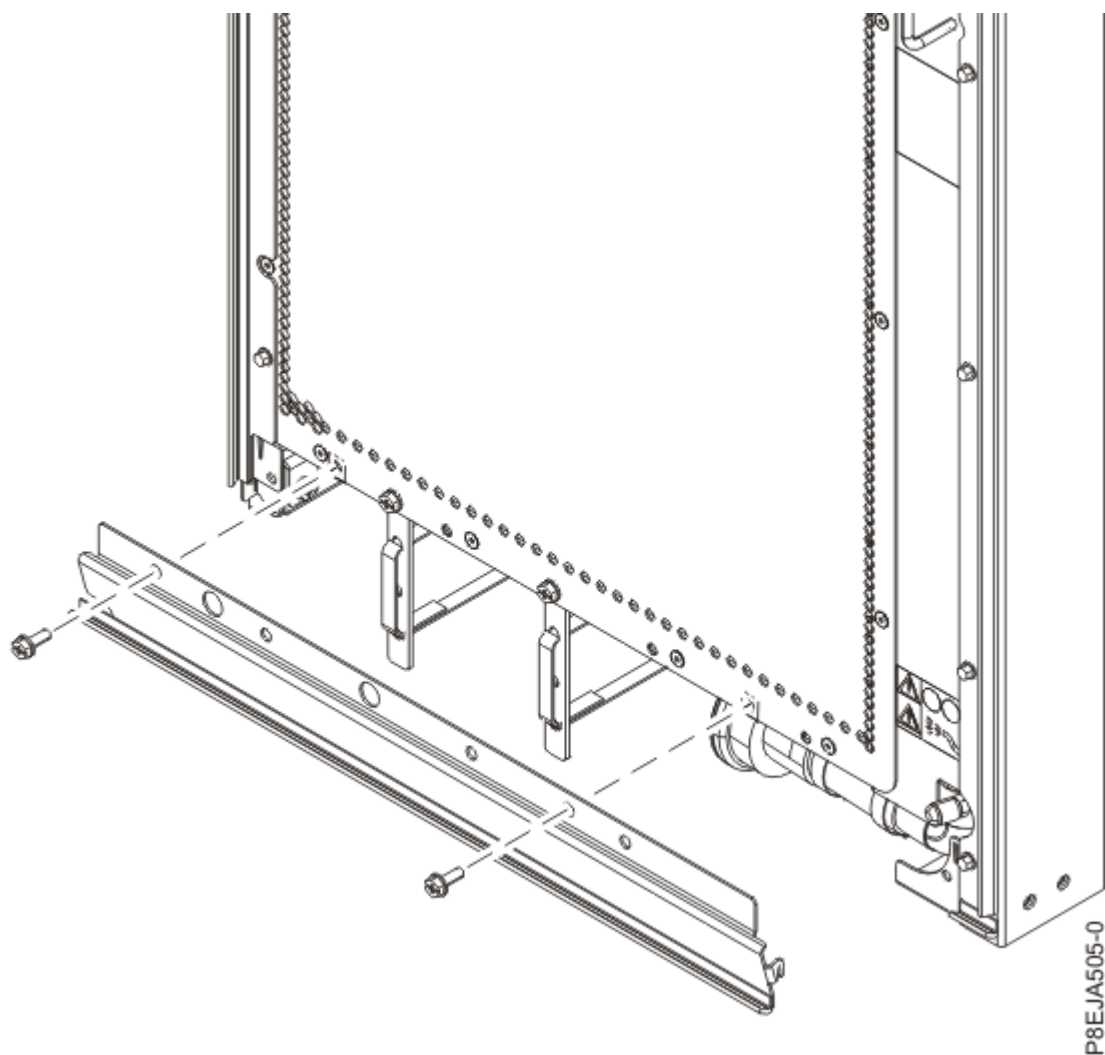

Figura 109. Instal·lació del panell de tubs interior
- a. Col·loqueu el panell d'accés als tubs interior al costat intern de l'intercanviador de calor, tal com es mostra a la Figura 109 a la pàgina 160.